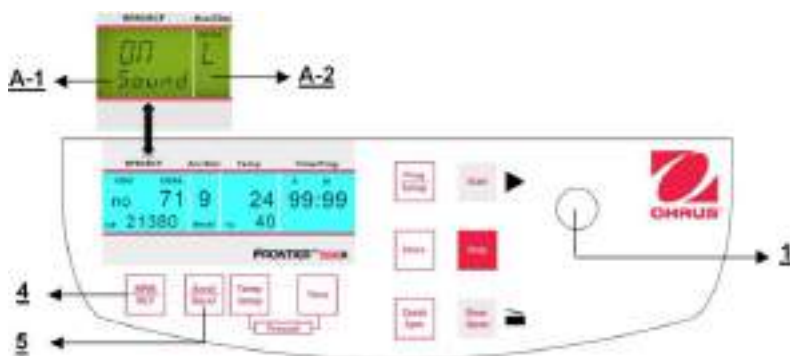

Figura 32
Proceda como se describe en el punto 4.1.1 para ingresar en este modo de programa y luego presione el botón **"Accel/Decel"** (5). En la pantalla **"Acc/Dec"** (A-2) destella la palabra **"Service"**. Ahora seleccione la letra **"L"** con la perilla de ajuste (1). Como resultado, aparecen las palabras **"On Sound"** en la pantalla **"RPM | RCF"** (4). Si presiona el botón **"RPM | RCF"** (4) ahora, destella la palabra **"On"** y puede apagar el sonido con la perilla de ajuste (1) (vea la Figura 32).